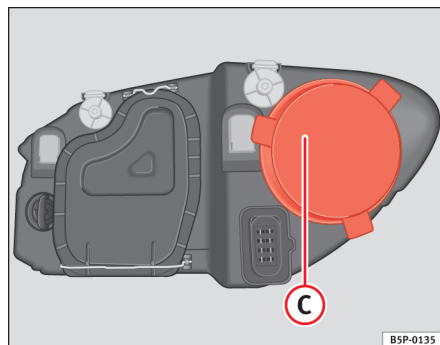

Fig. 188 Fjernlys
- Træk dækslet ⇒ fig. 188 C af.